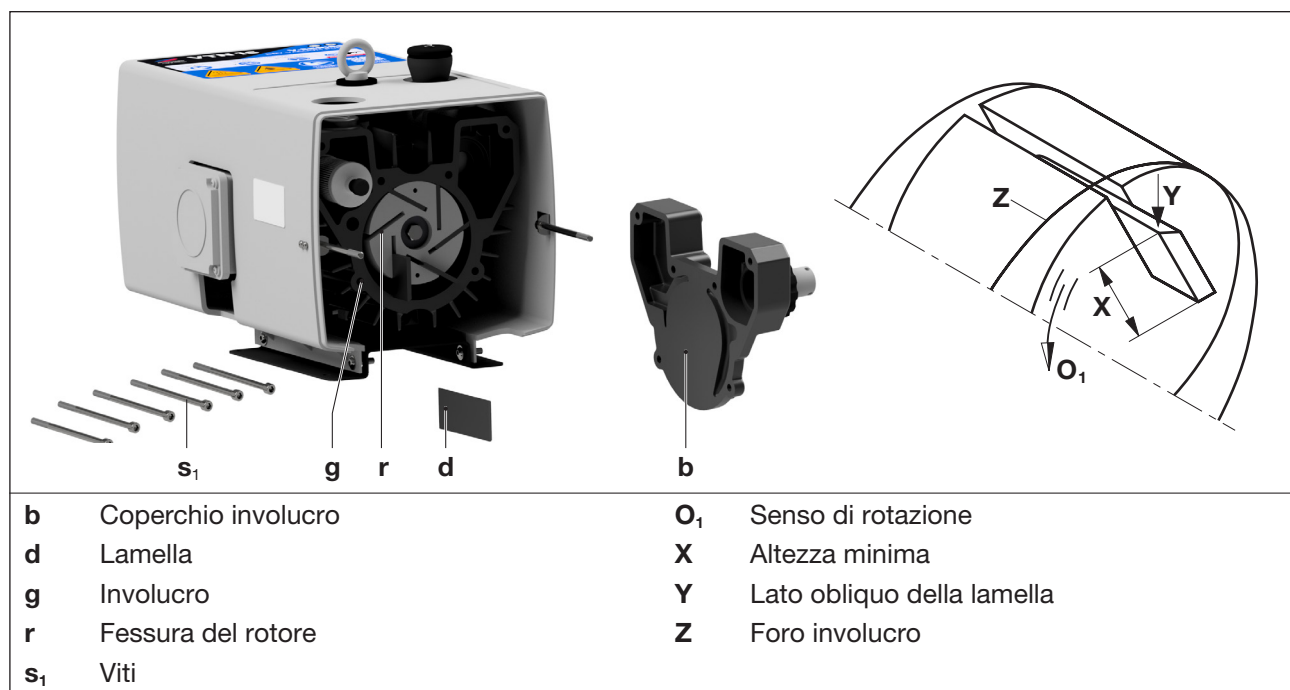

Fig. 5 Sostituzione lamelle
- Allentare le sei viti (Fig. 5/s₁) del coperchio dell'involucro (Fig. 5/b) e rimuovere il coperchio.
- Rimuovere tutte le lamelle (Fig. 5/d) per l'ispezione.
- Controllare tutte le lamelle per verificare che non siano usurate o danneggiate. Le lamelle devono avere la seguente altezza minima (Fig. 5/X):
- Soffiare l'involucro (Fig. 5/g) e le fessure del rotore (Fig. 5/r).
- Inserire tutte le lamelle (Fig. 5/d) nelle fessure del rotore (Fig. 5/r). Fare attenzione a inserire le lamelle con il lato obliquo (Fig. 5/Y) rivolto verso l'esterno e che nel senso di rotazione (Fig. 5/O₁) corrispondano con il percorso del foro dell'involucro (Fig. 5/Z).
- Montare il coperchio dell'involucro (Fig. 5/b) con le sei viti (Fig. 5/s₁).